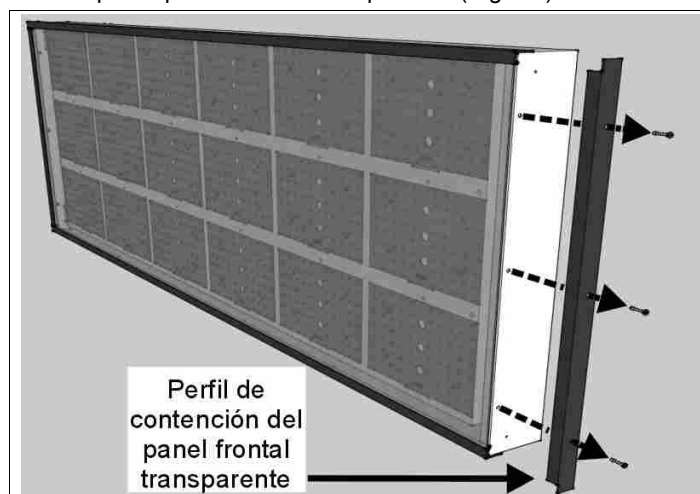

Fig. 10: Tornillos del panel frontal
2. Quite un perfil lateral del módulo donde está montada la tarjeta que hay que cambiar. Utilice un destornillador de cruz para quitar los tornillos de sujeción (Fig. 10).